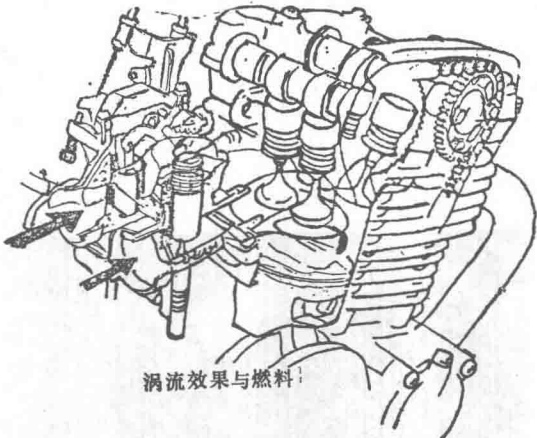
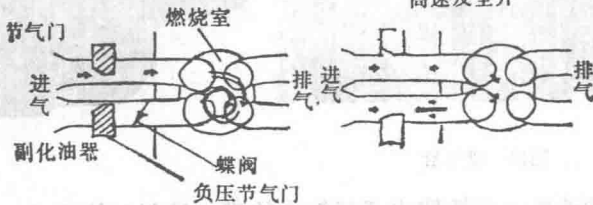

图 20-1
图 20-2
⑨ 四冲程单缸发动机上使用的YDIS进气系统是一种动力性和驱动性兼有的进气系统。它装有两个汽化器，一个是在中低速运转时特性曲线优异、加速性能好、强制开闭式的 VM 汽化器(图20-1)。另一个是在高速运转时根据发动机转速供气的SU负压式汽化器。这种汽化器可获得均匀的输出功率，充分利用单缸发动机的长处(图20-2)。